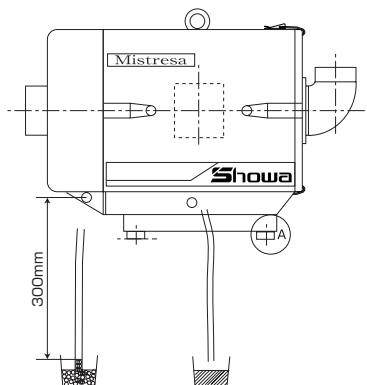

図 2
- ④ ドレンの排出のため、液封面とドレンまでの高さを300mm以上離して設置してください。高さ600mmの床上台をオプション部品として用意しています。(図2をご参照ください)
- ⑤ フィルタの交換など、保守、点検用のため、周囲には各方向500mm程度のスペースを確保してください。